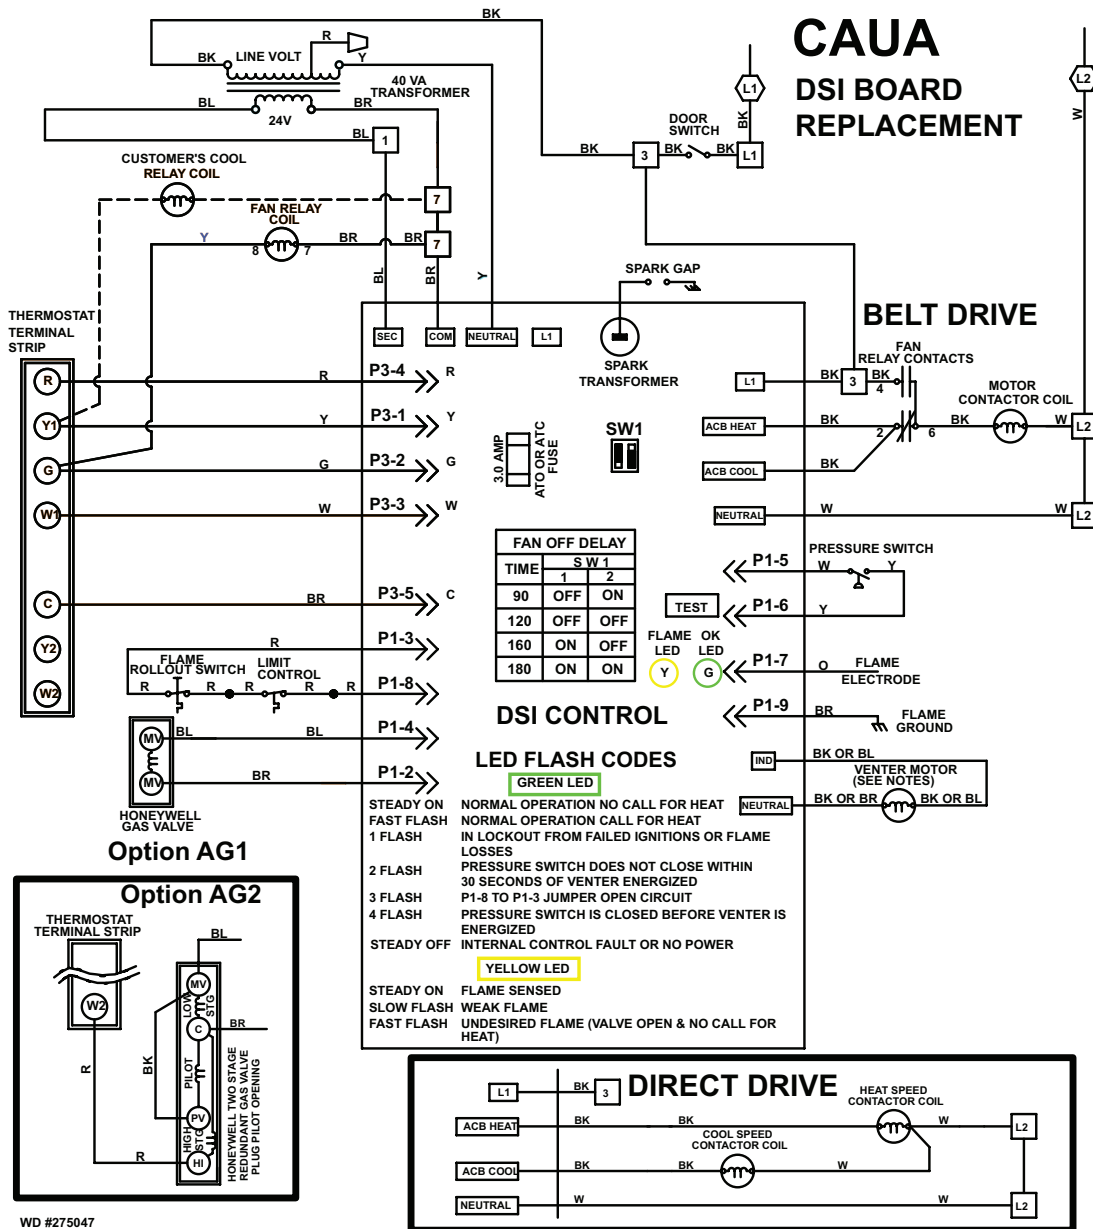

Figure 48. Étiquette du schéma de câblage CAUA
5. Branchez les câbles conformément à l'étiquette du schéma de câblage de remplacement (11, voir Figure 48) :
REMARQUE : Pour couvrir toutes les applications, les connexions illustrées à la figure 48 sont destinées aux contrôles à un étage (AG1) et à deux étages (AG2), ainsi qu'aux moteurs à entraînement direct et à courroie. Effectuez les connexions correspondant aux options de l'unité à entretenir.
- Collez l'étiquette du schéma de câblage (11, voir Figure 48) sur le panneau gauche à l'intérieur du compartiment du brûleur.